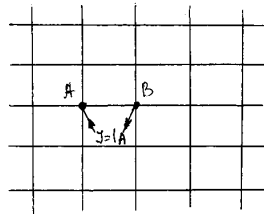

рис.7
9. Опір кожного ребра нескінченної металеві сітки дорівнює 1 Ом (рис.7). В точку А втікає, а з точки В втікає струм $I = 1$ А. Визначити напругу між точками А і В.